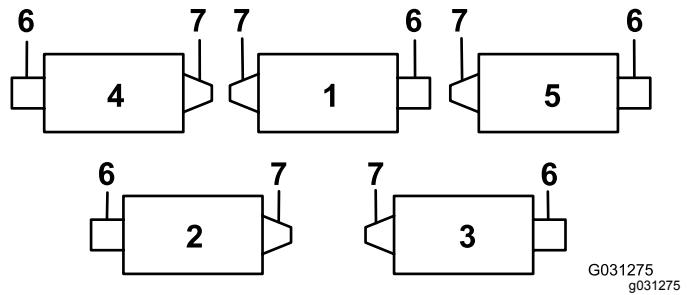

**Figura 11**
**Nota:** Posizionate la testa del bullone sul lato esterno dell'aletta, come illustrato nella Figura 11.
E. Montate la staffa dell'asta sulle alette degli elementi di taglio usando i bulloni a testa tonda e i dadi (Figura 11). Nel rimontare la staffa dell'asta, sull'elemento di taglio montate la guida del flessibile di sinistra sulla parte anteriore delle alette degli elementi di taglio (Figura 13).